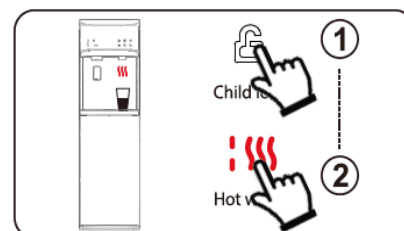

Fig 5
2. Toque suavemente el botón de bloqueo para niños y la luz de fondo se encenderá, luego toque el botón en forma de ola, el agua caliente saldrá por la salida; toque el botón nuevamente para apagar el flujo de agua caliente (**Fig 5**).